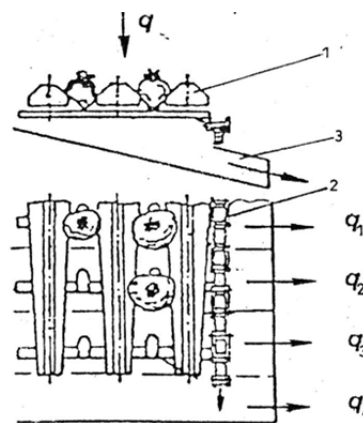

Fig. 2. Mașina cu benzi divergente [3].
• **Mașini cu jgheaburi divergente înclinate.** Componenta mașinii (fig. 2):